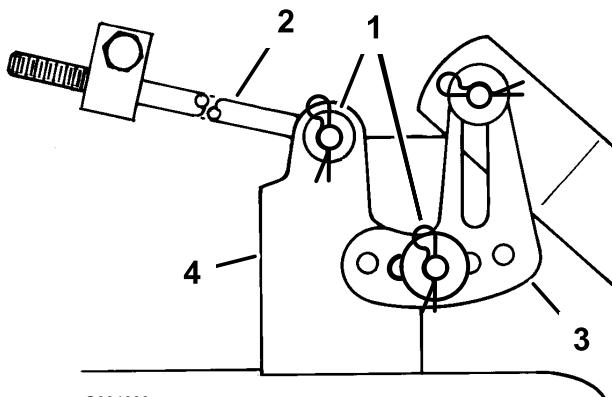

Bild 42
15. Entfernen Sie den Splint und die Scheibe von der Nivellierhalterung oben am Mähwerk (Bild 42).
17. Entfernen Sie den Splint und die Scheibe vom Ende der langen Stange (Bild 42). Schieben Sie die Stange aus der Mähwerkhalterung heraus. Wiederholen Sie diesen Schritt an der anderen Mähwerkseite.
13. Schieben Sie das Ende der langen Stange durch das Loch in der Mähwerkbefestigung (Bild 42).
15. Montieren Sie die geschlitzte Mähwerknavelhalterung am Stift am Schnitthöhenarm (Bild 42).